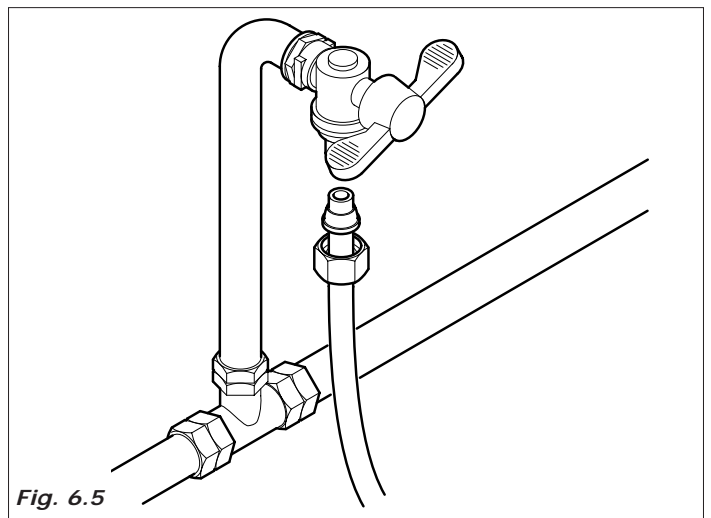

Fig. 6.5
- Coneter a torneira ao distribuidor, utilizando um tubo de nylon para alimentos e que possa suportar a pressão da rede. No caso se utilize tubo flexível é necessário montar no seu interno a bússola de reforço em dotação (Fig. 6.5).